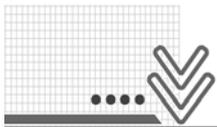

图 2-22 绘制艺术样条
(8) 艺术样条 \curvearrowright ：通过拖放定义点或极点并在定义点指定斜率或曲率约束的方法，动态地绘制和编辑样条，如图 2-22 所示。